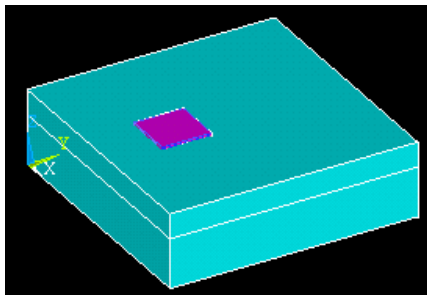

Рис. 3. Конструкция с выделенным тепловыделяющим элементом
**Main Menu > Preprocessor > Meshing > Mesh Attributes > Picked Volumes** (Разбиение > Свойства разбиения > Выбранные объемы), с помощью мыши выделите тепловыделяющие элементы, расположенные на подложке, рис. 3, **OK**, в появившемся окне выставьте: **MAT=1** (номер материала, параметры которого (коэффициент теплопроводности, коэффициент теплоемкости и плотность) вводили ранее), **TYPE=1 SOLID 70**, **ESYS=0**, **APPLY**, снова появляется предыдущее окно, выделите второй элемент (подложка), **OK**.